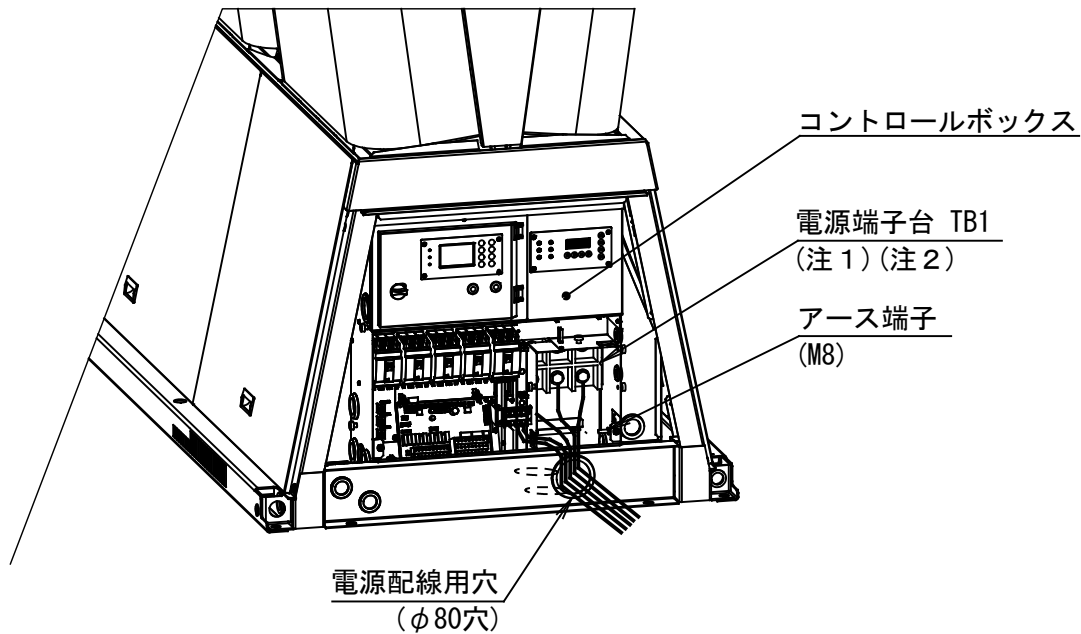
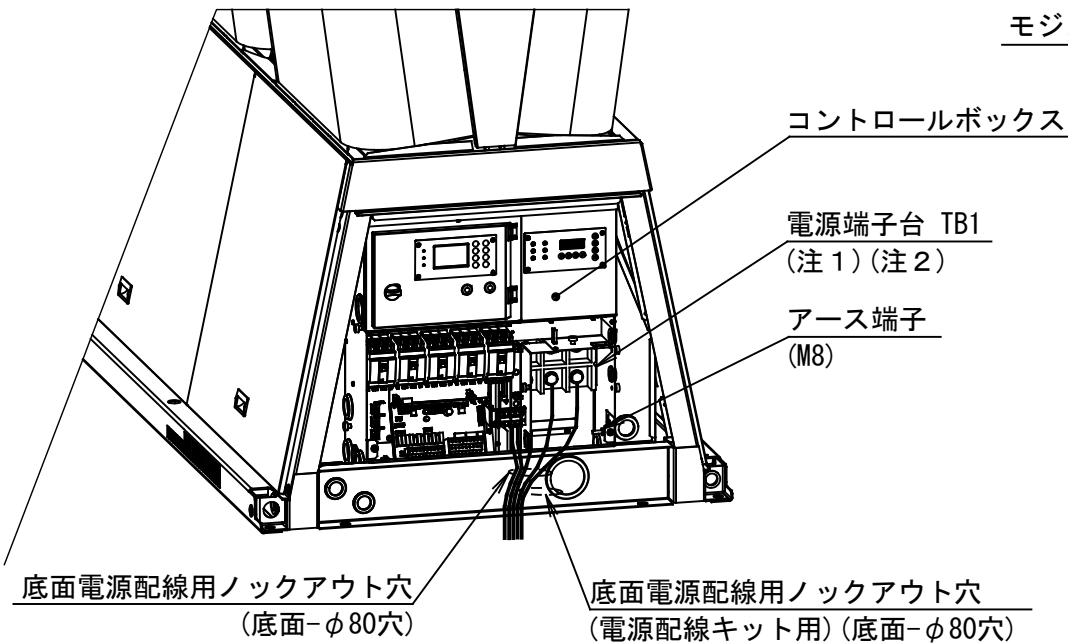

図1 電源線配線例(右側面電源配線穴使用)
図2 電源線配線例(底面電源配線穴使用)
- 注1. 電源配線は、右側面電源配線穴(図1)、もしくは底面電源配線穴(図2)を使用して配線することができます。